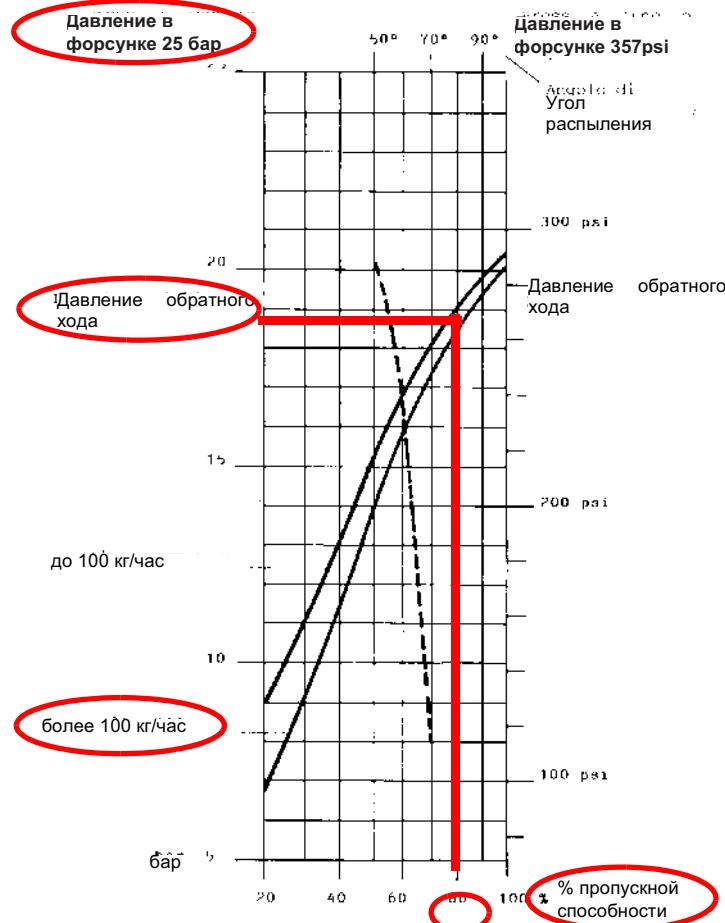
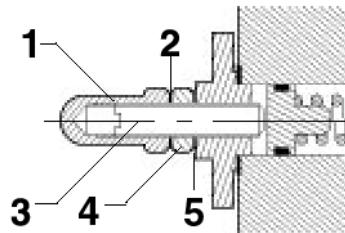
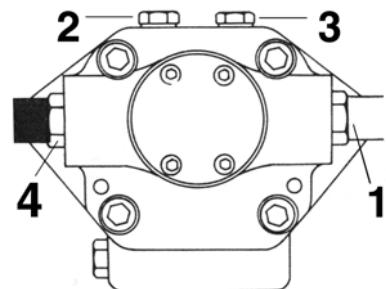

Рис. 15
Рис. 17
Рис. 18
- Запустить дизельный насос, воздействуя непосредственно на соответствующий контактор, и сбросить воздух с присоединительного отверстия манометра (см. элемент 3 на Рис. 17, Рис. 18).
2). воздействовать на регулировочный винт (элемент 1 на Рис. 17, Рис. 18) до тех пор, пока не достигнете давление в 25 бар на форсунке (см. Рис. 15)